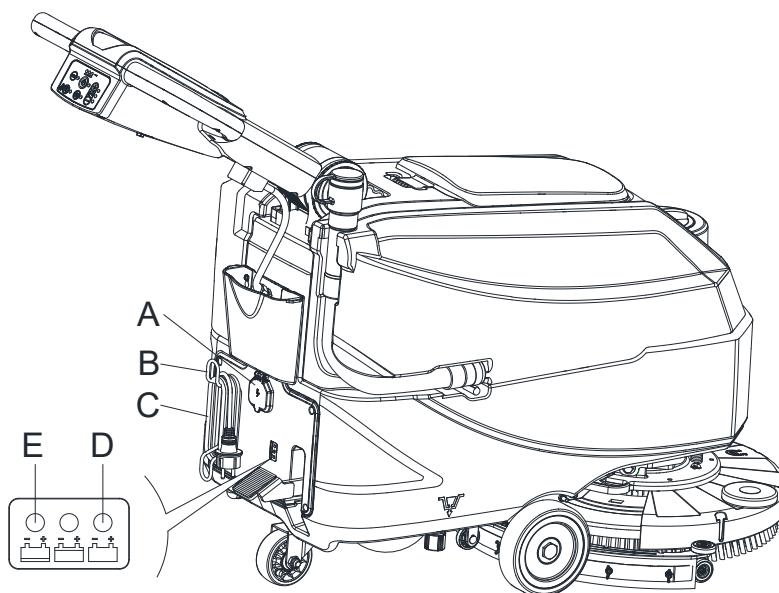

Figura 13
1. Conectați cablul încărcătorului de baterii (C, Figura 13) la rețeaua electrică (A). Tensiunea și frecvența rețelei electrice trebuie să fie compatibile cu valorile încărcătorului de baterii afișate pe plăcuța de serie a mașinii (41, Figura 2). În momentul conectării încărcătorului de baterii la rețeaua electrică, toate funcțiile mașinii sunt decuplate automat. Dacă LED-ul roșu (E) de pe panoul de comandă al încărcătorului de baterii rămâne aprins, acesta încarcă bateriile.
2. Dacă se aprinde LED-ul verde (D), încărcarea bateriilor este finalizată.
3. Când încărcarea bateriilor este finalizată, deconectați cablul încărcătorului de baterii (C) de la rețeaua electrică (A) și înfășurați-l în jurul carcasei sale (B).